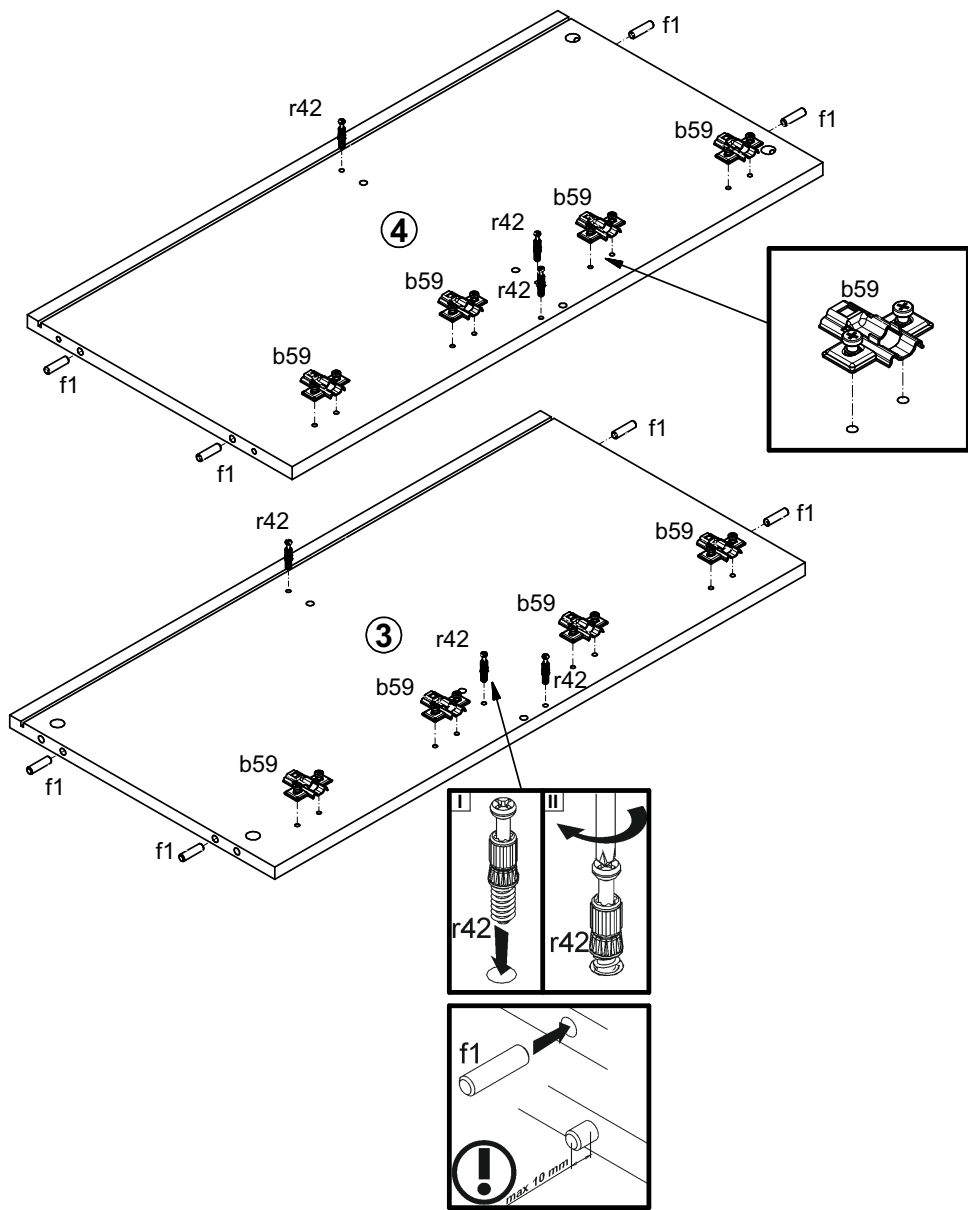

Рисунок 2
4.2 В отверстия $\varnothing 8$ мм на верхних и нижних кромках стенок боковых 3 и 4, стенки средней 5 и в торцах планки декоративной рифленой 9 вбить деревянные шканты f1 (см. рис. 2,3).
4.6. В отверстия $\varnothing 4$ мм на внутренней поверхности стенок боковых 3,4 прикрутить ответные планки петель b59 (см. рис. 2).